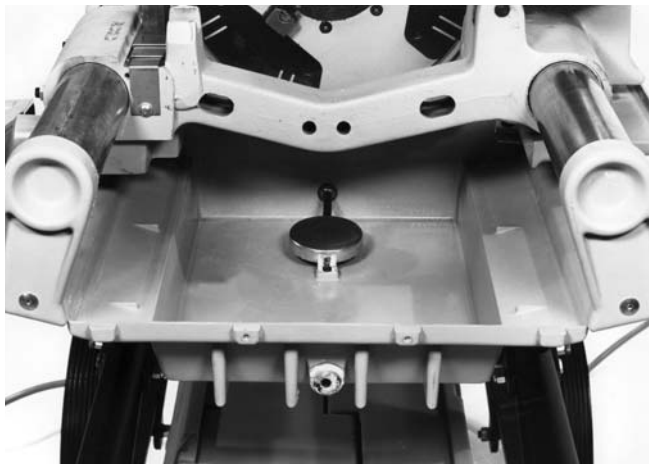

Figura 32 – Limpieza de la bandeja de virutas y del tamiz del filtro de aceite
2. Limpie la rejilla o tamiz del filtro de aceite para asegurar el buen flujo de aceite limpio hacia la pieza de trabajo. La rejilla del filtro se encuentra en la parte inferior del depósito de aceite. (Figura 32)
1. Ponga un recipiente debajo del tapón de vaciado situado en la bandeja para virutas. (Figura 32)